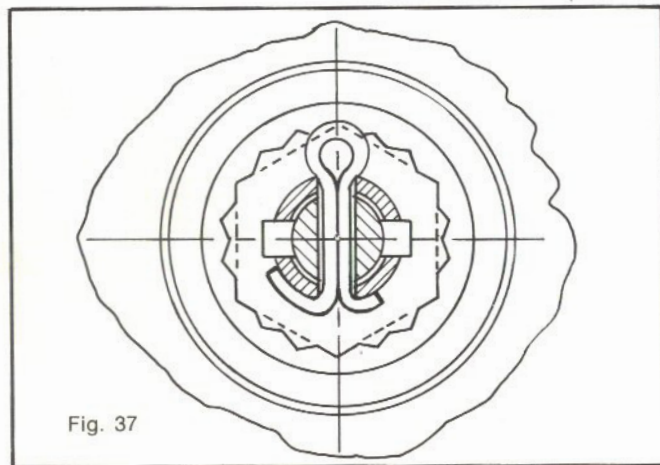

Fig. 37
Montare il tamburo «O» sull'asse ruota, bloccare il dado, posizionare il cappello fermadado «N», inserire una nuova coppiglia «M» e piegarla (ved. fig. 37) in modo da eliminare i giochi esistenti fra cappello e asse ruota; montare quindi il cappello parapolvere «L».
**N. B.** - Le operazioni relative alla piegatura della coppiglia illustrate in fig. 37 sono valide anche per la ruota posteriore.